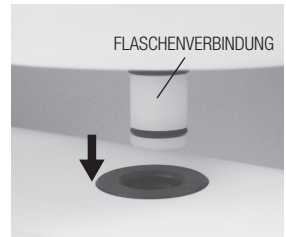

Abb.3
- 3) Schließen Sie die VA-Flasche, Sie die Flaschenverbindung in den Anschluss am Flaschenboden einrasten (Abb. 3).